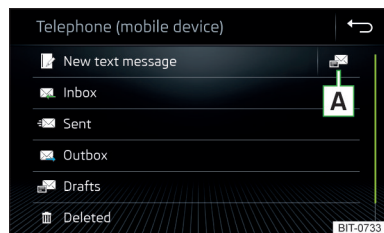

Abb. 144
➤ Im Hauptmenü *Telefon* die Funktionsfläche antippen, es wird das Hauptmenü für Textmitteilungen angezeigt » Abb. 144.
- » Abb. 144 auf Seite 133.